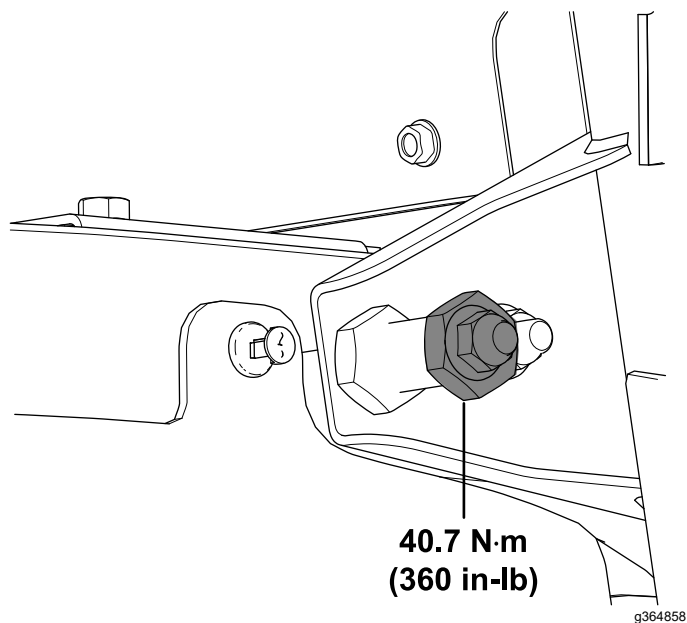

Figure 71
31. Serrez le contre-écrou ($\frac{3}{8}$ po) à 40,7 N·m (360 po-lb), comme montré à la Figure 71.